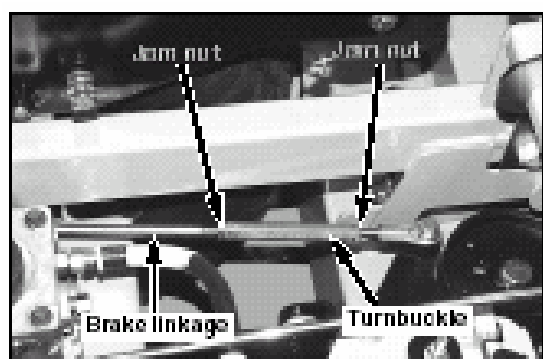

Figure 5-13
7. Desserrez les contre-écrous de la tringlerie de freinage. Fig. 5-13